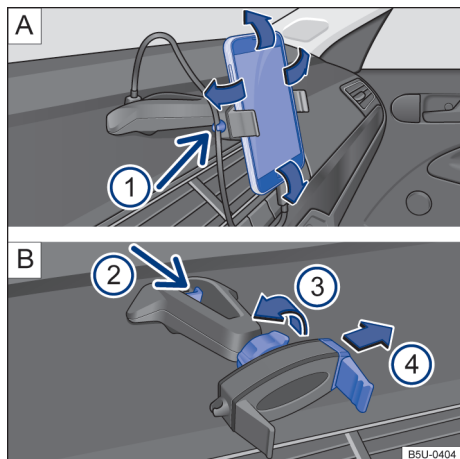

Fig. 148 No console central: suporte para smartphone e ajustes.
- Segurar o suporte com uma mão e pressionar o botão de destravamento → Fig. 148 B ② (seta).
- Com a haste → Fig. 148 B ④ deslocar no sentido da seta, e instalar o smartphone no alojamento.
- Com a outra mão deslocar a haste → Fig. 148 B ④ até que seja possível remover o aparelho do alojamento.
- Colocar o cabo USB na entrada carregador USB do suporte existente no painel de instrumentos → Fig. 148 A.
- Prender o cabo no suporte → Fig. 148 A ①.
- Para liberar o movimento do suporte, girar a trava → Fig. 148 B ③ no sentido contrário da seta.
- Para fixar a posição, girar a trava no sentido da seta ③ → Fig. 148 B até a fixação total do suporte.
i O suporte para smartphone tem garantia de 3 anos, com exceção da haste deslizante (garra) → Fig. 148 **B** ④ que tem garantia de 1 ano.